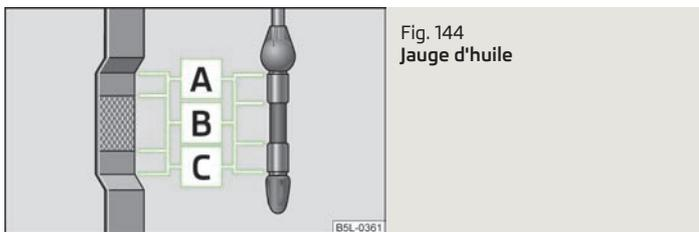

Fig. 144
La jauge d'huile indique le niveau d'huile moteur fig. 144.
- > Il **faut** ajouter de l'huile fig. 144. Cela suffit si le niveau d'huile arrive ensuite au niveau de **B**.